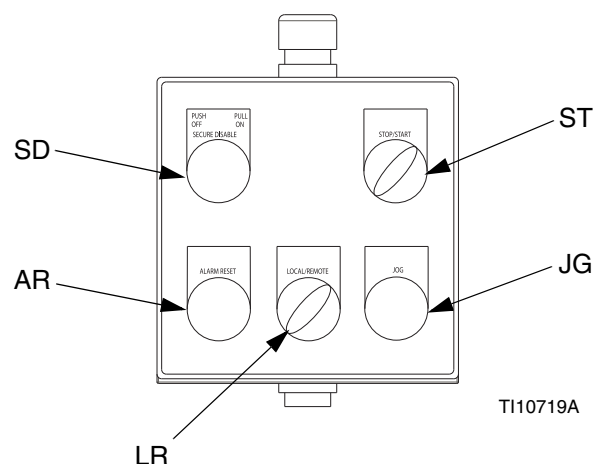

FIG. 4: Scatola di controllo locale
La scatola di controllo locale contiene cinque comandi. Vedere FIG. 4.
1. Regolare l'interruttore AVVIAMENTO/ARRESTO (ST) su ARRESTO. Vedere FIG. 4.
2. Premere l'interruttore BLOCCO DISABILITAZIONE (SD).
3. Regolare l'interruttore AVVIAMENTO/ARRESTO (ST) su ARRESTO. Vedere FIG. 4.
3. Premere l'interruttore BLOCCO DISABILITAZIONE (SD).
4. Regolare l'interruttore AVVIAMENTO/ARRESTO (ST) su ARRESTO. Vedere FIG. 4.
5. Tirare l'interruttore BLOCCO DISABILITAZIONE (SD) per disimpegnarlo.